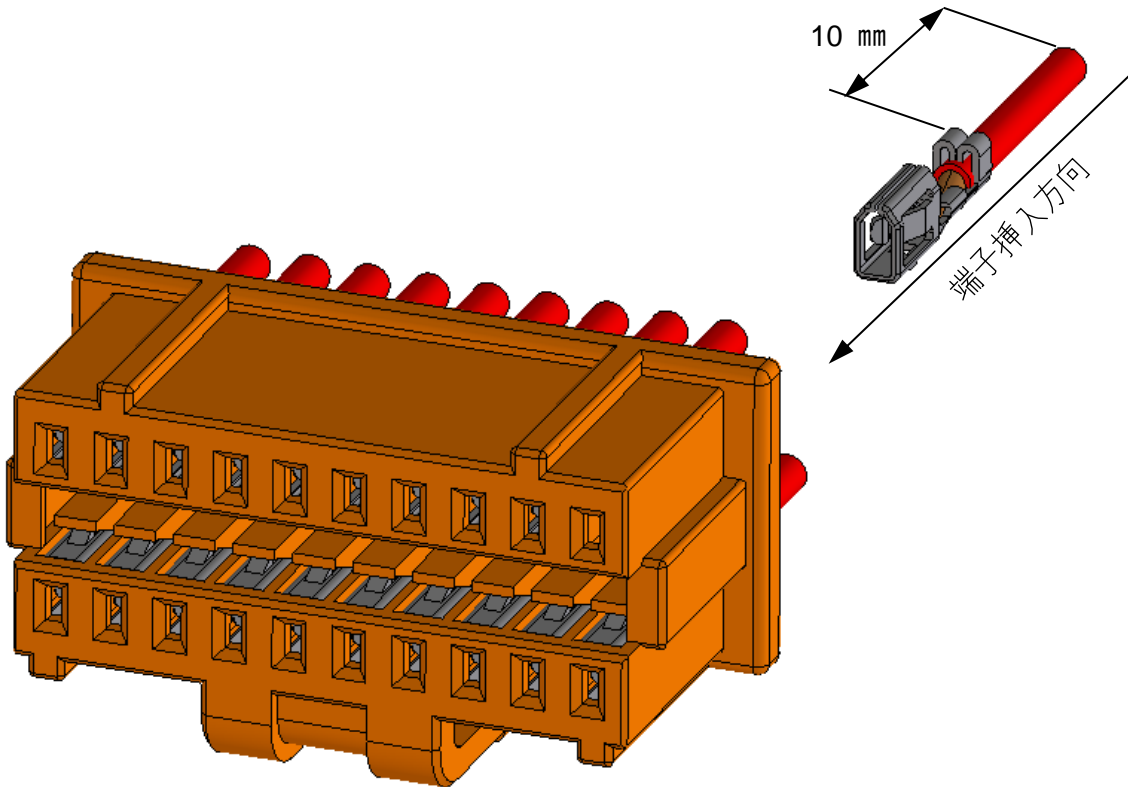

Fig. 6-1
- ③ 端子ランス部が、リセプタクル ハウジングの中央に向かうように持ち、端子が突き当たる位置まで(最大 4.9N の力で)ゆっくりと真っ直ぐ装着して下さい。(Fig.6-1)